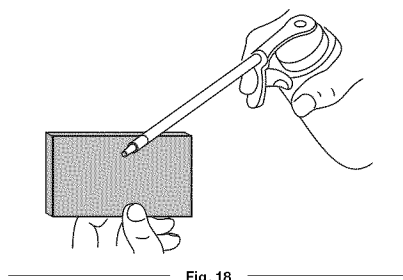

Fig. 18
4. Aplique suficiente cantidad de aceite de motor SAE 30 limpio para revestir ligeramente el filtro (Fig. 18).